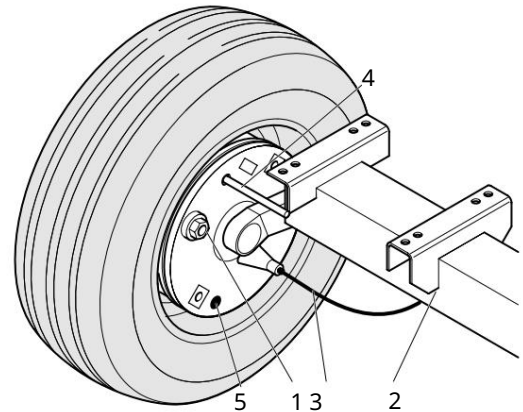

Fig. 5.5 Reglarea sabotilor de frână
Ridicați și susțineți compresorul. Asigurați-vă că toate frânele sunt oprite (frâna de supraîncărcare și maneta frânei de mână). Cablurile de frână trebuie să fie libere de tensiune. Blocați camele pivotante ale frânei roții din exterior cu ajutorul unui tift 4 mm (4) prin orificiu, așa cum se arată în Fig. 5.5.